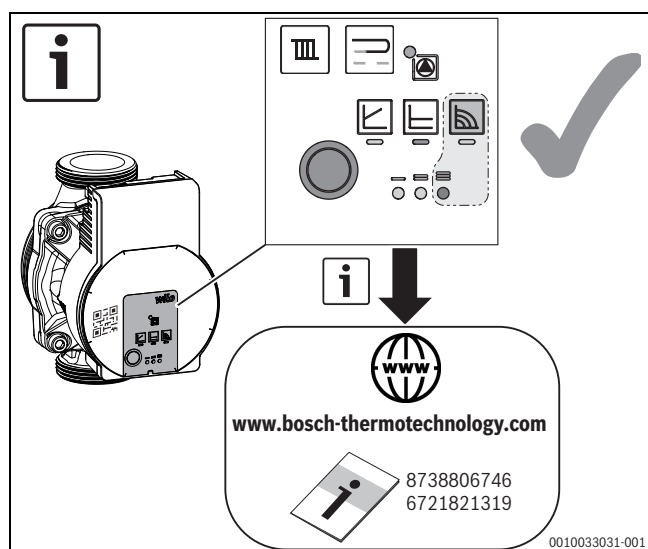

Fig. 16 Réglage de la pompe (exemple)
- Régler la pompe sur le niveau 3 (→ fig. 16).
- ▶ Régler la pompe sur le niveau 3 (→ fig. 16).